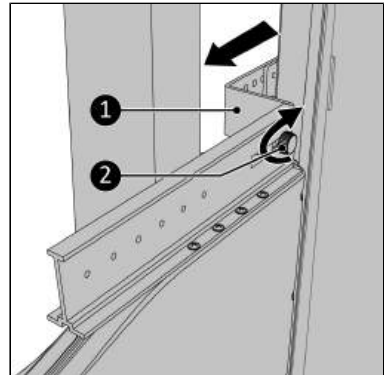

Abbildung 142.
- Ziehen Sie die Halterung so weit wie möglich zu sich heran (Abbildung 142, Pos. 1) sodass diese richtig klemmt.
- Ziehen Sie die Schraubkappe (Abbildung 142, Pos. 2) fest.